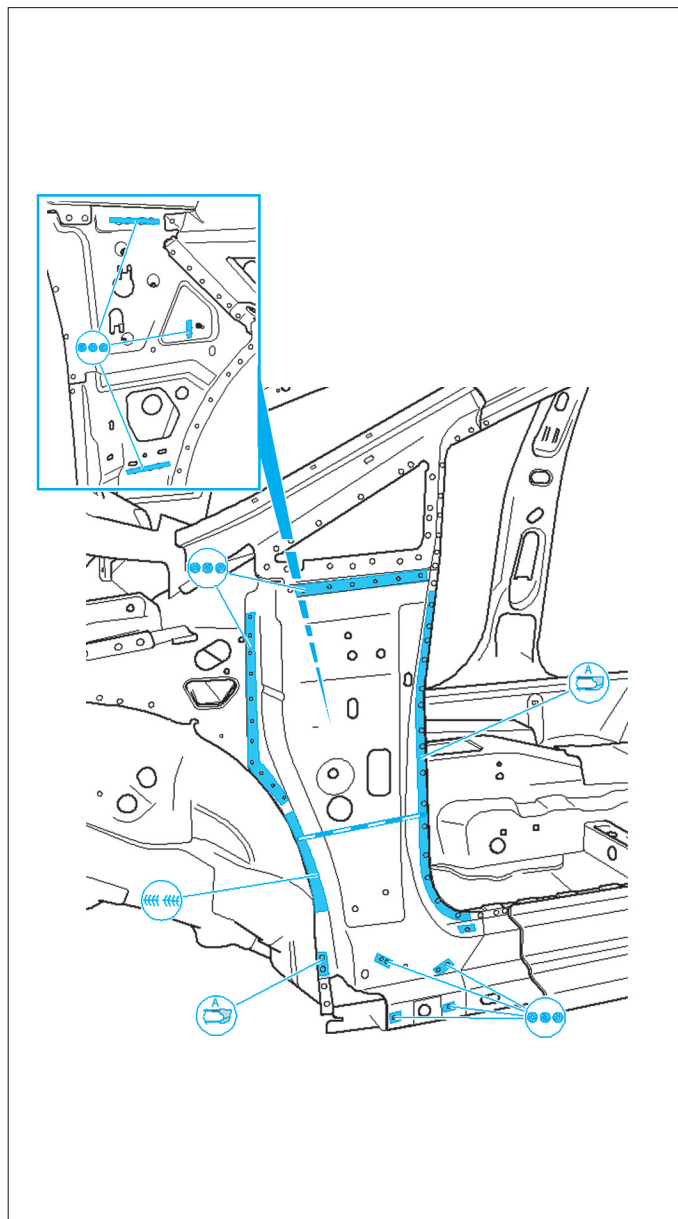

FIG. 34
- Effectuer les soudures correspondantes (Fig.34).